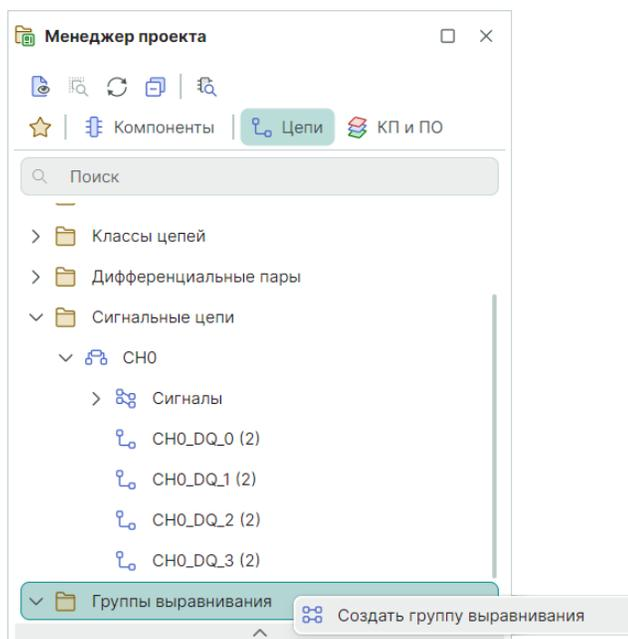

Рис. 402 Выбор пункта меню «Создать группу выравнивания»
1. В панели «Менеджер проекта» → «Группы выравнивания» из контекстного меню выберите пункт «Создать группу выравнивания», см. Рис. 402.